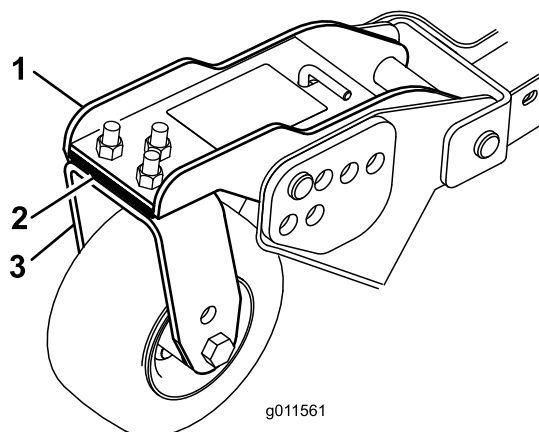

Figure 27
3. Ajoutez ou retirez des cales de 3 mm sur le(s) bras pivotant(s) avant pour que la hauteur de coupe corresponde à celle indiquée sur l'autocollant (Figure 27).